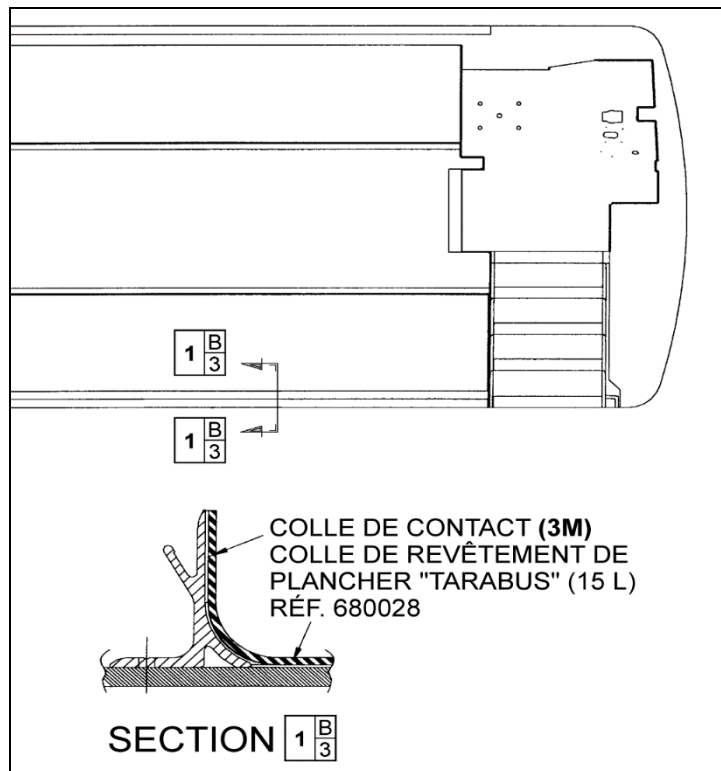

FIGURE 29: APPLICATION DE LA COLLE POUR REVÊTEMENTS DE PLANCHER DE LA GAMME TARABUS
6. Appliquer de la colle pour revêtement de plancher (680028) sur le contreplaqué à l'aide d'une truelle crantée avec une denture de 1/8 po. Si besoin, appliquer de la colle de contact (3M) (684655 ou 684654) sur le moulage en aluminium ainsi sur la partie du revêtement de plancher qui sera en contact avec le moulage (voir la Figure 29).